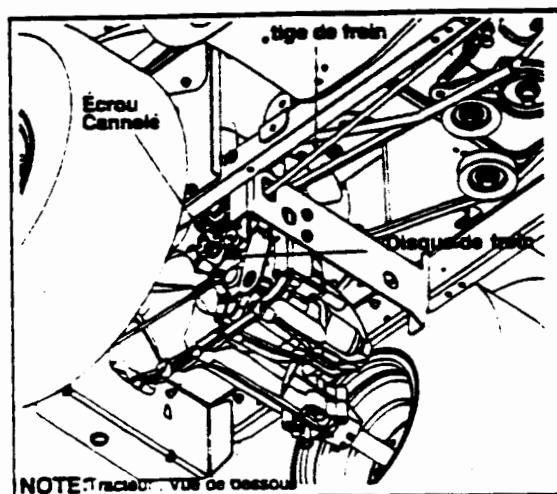

Figure 11
- Placez-vous sur la droite du tracteur et repérer le ressort de compression et le disque du frein sur la transmission. Voir la figure 11.